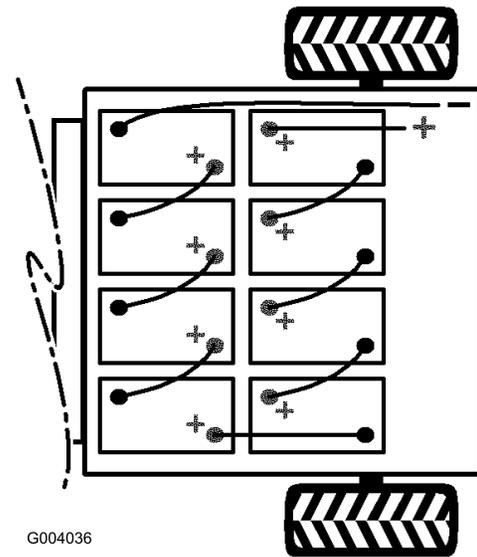

Bild 29
2. Schließen Sie das lange, schwarze, Hauptminuskabel zwischen dem Batterieverteiler und der Maschine von der Batteriestrebe ab (Bild 29).
3. Schließen Sie das lange, rote, Hauptpluskabel Hauptkabel zwischen dem Batterieverteiler und der Maschine von der Batteriestrebe ab (Bild 29).
Hinweis: Achten Sie auf die Batteriepolartität, wenn Sie neue Batterien einsetzen (Bild 29).
9. Verbinden Sie die Batterien mit den vorher abgenommenen Batteriekabeln, siehe Bild 29.
10. Schließen Sie das lange, rote Hauptpluskabel zwischen dem Batterieverteiler und der Maschine an (Bild 29).
11. Schließen Sie das lange, schwarze Hauptminuskabel zwischen dem Batterieverteiler und der Maschine an (Bild 29).